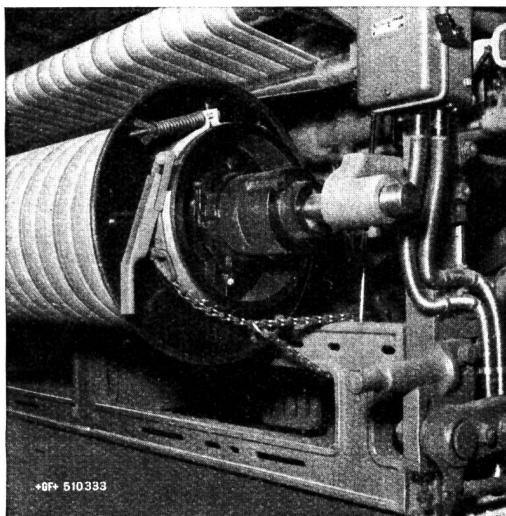

Abbildung 3
*Fig. 3* stellt den Schußrapport der Sablébindung mit einer canneléartigen Rückbindung dar.